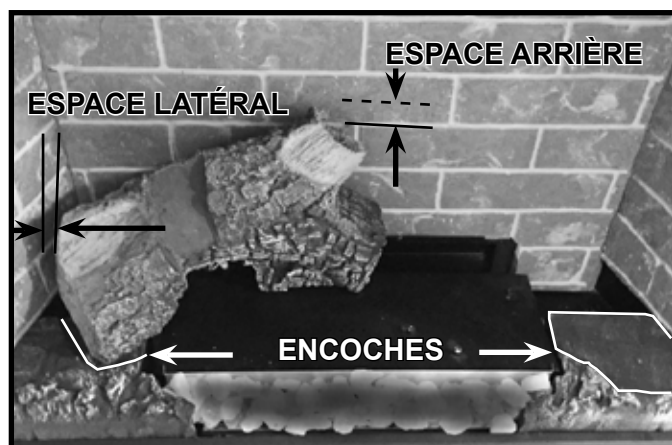

Figure 4 Bûche arrière gauche installée
Les tiges de bûche, de même que les encoches sur les composants de l'âtre, aideront à bien disposer les deux bûches arrière et la bûche du petit brûleur. Les encoches sont montrées à la Figure 4.
De plus, la bûche arrière gauche et arrière droite sont indiquées par les encoches des composants de l'âtre gauche et droit. Voir la Figure 4.
1. Retirez la grande bûche arrière gauche de l'emballage et installez la bûche en la posant sur la ou les tige(s) de bûche arrière. Voir la Figure 4.
Remarque : Les modèles SL-3X ne comportent aucune encoche d'âtre. Voir la Figure 4.
Modèles SL-7X et SL-9X : Le côté gauche de la bûche reposera sur l'encoche du composant de l'âtre gauche. La bûche arrière gauche sera positionnée pour conserver un espace d'environ 6 mm (1/4 po) entre la bûche arrière gauche et le réfractaire arrière. Il y aura un espace latéral d'environ 25 mm (1 po) entre l'extrémité gauche de la bûche et le panneau de gauche. Voir la Figure 4.
Modèles SL-3X : L'encoche de la bûche arrière gauche s'engagera sur la tige de bûche arrière gauche du brûleur. La bûche arrière gauche touchera le panneau réfractaire gauche (aucun espace latéral). Voir la Figure 4.